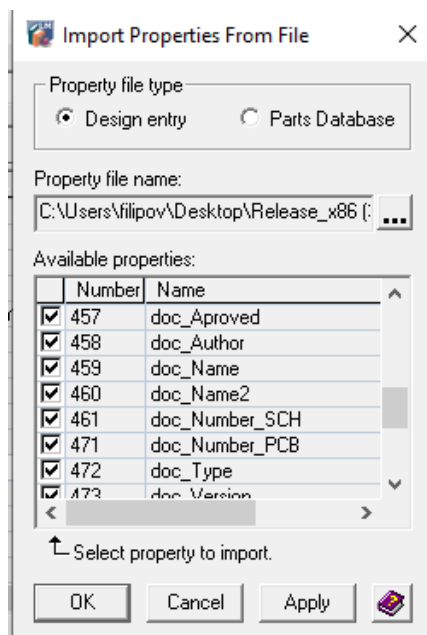

Рисунок 5
8) Выделите галочкой все атрибуты, которые начинаются с doc_ и нажмите OK/Apply для импорта этих атрибутов в свою ЦБ (рисунок 5)